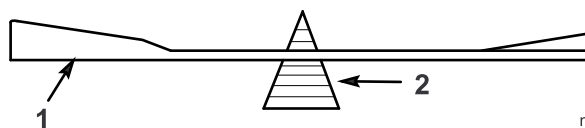

Figura 42
- Verifique el equilibrio de cada cuchilla colocándola sobre un equilibrador de cuchillas (Figura 42).